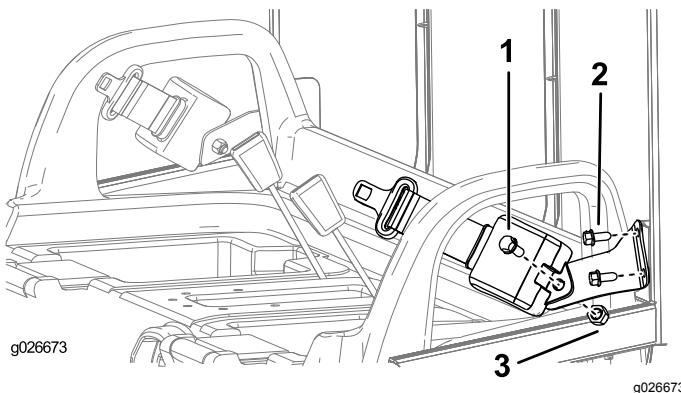

図 8
1. シートベルト用ブラケットを ROPS についている各タブに取り付けるボルト 3/8 インチ 2本を使用し、図 8 に示すように取り付ける。
3. 各シートベルトの引き込み側を、それぞれのアンカーブラケットに取り付ける各々についてボルト 7/16 インチとナット 7/16 インチを使用し、図 8 に示すように取り付ける。